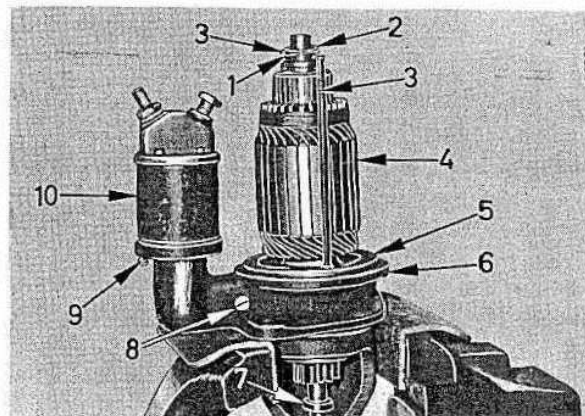

Bild 15
Um den Anker (4) Bild 15 freizulegen, wie folgt verfahren: